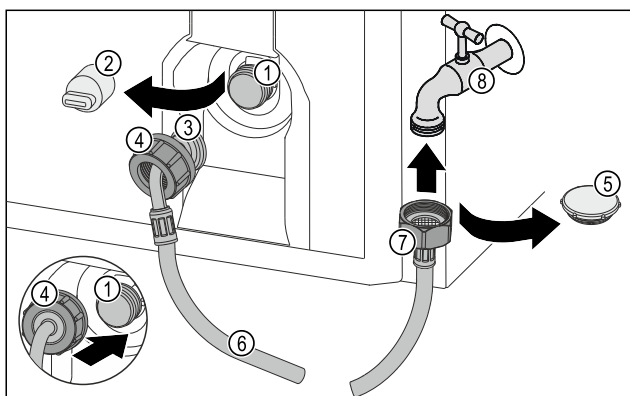

Fig. 32
- ▶ Sluitdop Fig. 32 (5) verwijderen.
- ▶ Rechte slangende Fig. 32 (7) op de waterkraan Fig. 32 (8) plaatsen.
- ▶ Moer op het rechte slangende Fig. 32 (7) rechtsom vastdraaien.